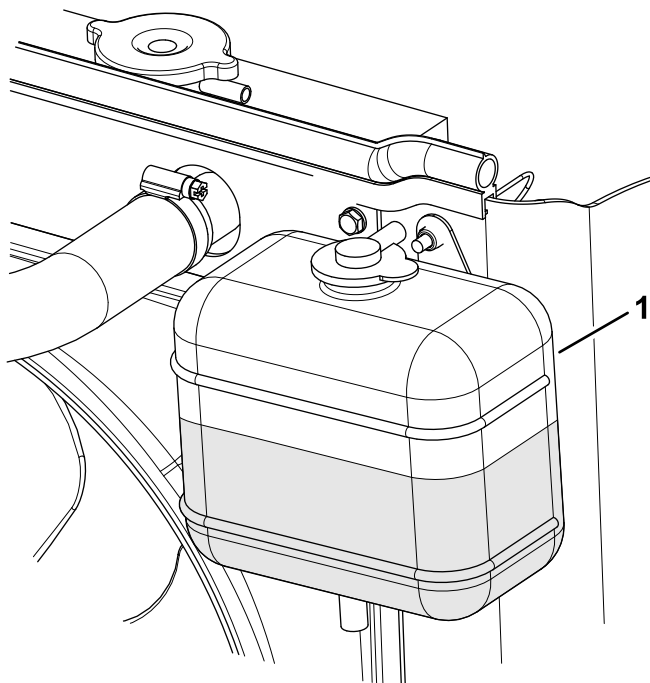

Figura 78
3. Compruebe el nivel de refrigerante en el depósito de expansión (Figura 78).